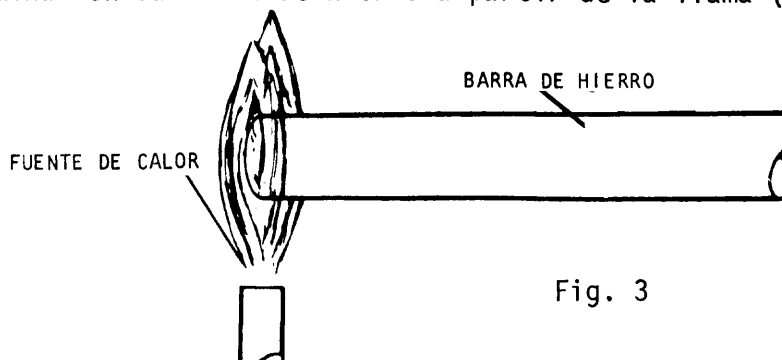

Fig. 3
d) Complete el dibujo de abajo procurando mostrar como el calor "camina" en la barra de hierro a partir de la llama (fig. 3).